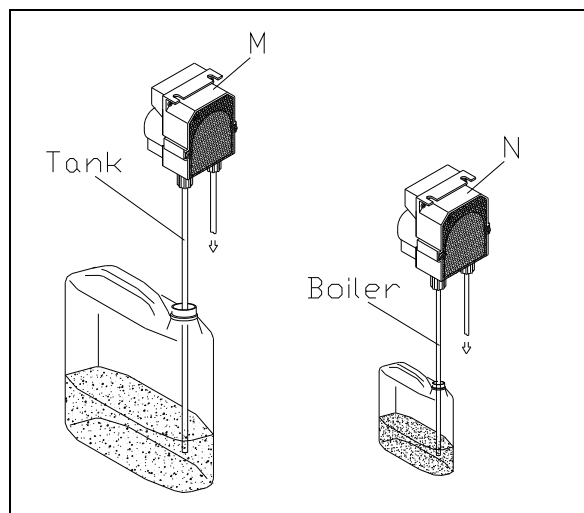

Fig. 3-4
- I dosatori di detersivo (M) (a richiesta) e brillantante (N) sono regolati dal costruttore. Nel caso si rendesse necessaria una diversa taratura agire sulla vite di regolazione degli stessi dosatori. I contenitori di detersivo e brillantante (se non in dotazione all'apparecchio) vanno posti presso la macchina ed il prelievo viene effettuato attraverso i tubi di raccolta trasparente (Tank per il detersivo e Boiler per il brillantante) situati nella parte posteriore dell'apparecchio (fig.3-4).
- The detergent dispenser (M) (optional) and rinse aid dispenser (N) are regulated by the manufacturer. If the setting needs to be changed, turn the regulating screw on the dispensers. The detergent and rinse aid containers (if not provided with the appliance) should be placed next to the machine and connected to the transparent pipes fitted to the back of the appliance (Tank for the detergent and Boiler for the rinse aid) (fig.3-4).
- Die Dosierer des Reinigungsmittels (M) (auf Anfrage) und des Glanzspülmittels (N) werden werkseitig eingestellt. Für andere Einstellungen die Stellschraube der Dosiervorrichtung regeln. Die Behälter für Reinigungsmittel und Glanzspülmittel (wenn nicht mit dem Gerät mitgeliefert) müssen in unmittelbarer Nähe der Maschine stehen und die Entnahme erfolgt über die durchsichtigen Schläuche (Tank für das Reinigungsmittel und Boiler für Glanzspülmittel) an der Rückseite des Geräts (fig.3-4).
- Les doseurs du détergent (M) (sur demande) et du produit de rinçage (N) seront réglés par le constructeur. S'il vous fallait régler différemment, faire tourner la vis de réglage sur les doseurs mêmes. Les alvéoles à détergent et à produit de rinçage (si non fournies avec l'appareil) seront mises près de la machine et le prélèvement sera effectué par des tubes transparents (Tank pour le détergent et Boiler pour l'agent de brillantage) situés derrière l'appareil (fig.3-4).
- Los dosificadores de detergente (M) (a pedido) y abrillantador (N) salen de la fábrica regulados por el Constructor. En el caso de que se necesitara una regulación distinta, usar el tornillo de dosificación de los propios dosificadores. Si los contenedores de detergente y abrillantador no forman parte del equipamiento base, se deben colocar cerca de la máquina; el detergente y el abrillantador se sacan a través de los tubos de toma transparentes (letrero Tank para el detergente y Boiler para el abrillantador) ubicados en la parte trasera del aparato (fig.3-4).